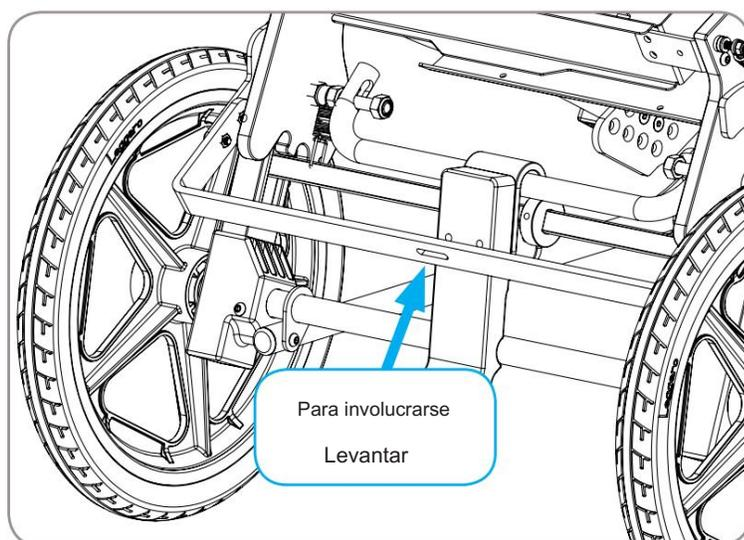

Figura 2
1. Para activar los frenos de las ruedas, tire hacia arriba del centro de la barra transversal con el pie. Consulte la Figura 2.